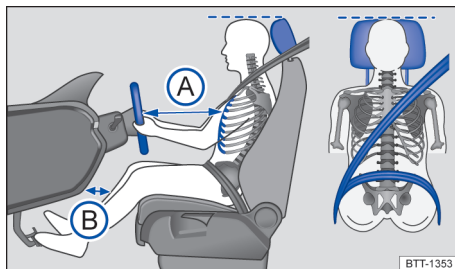

图 20 示意图：驾驶员与方向盘之间的安全距离，安全带及头枕的正确调整位置
- 调整头枕，使头枕上缘与头顶等高，但勿低于眼睛，脑后应尽可能贴近头枕 → 图 20。